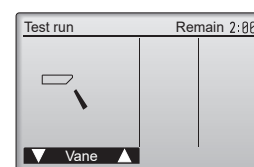

Fig. 7-6
- (1) Vérifiez le volet automatique à l'aide des boutons [F1] [F2]. (Fig. 7-6)
- (2) Appuyez sur le bouton [RETURN] (RETOUR) pour revenir à l'écran "Test run" (Test fonctions).
- (3) Appuyez sur le bouton [ON/OFF].